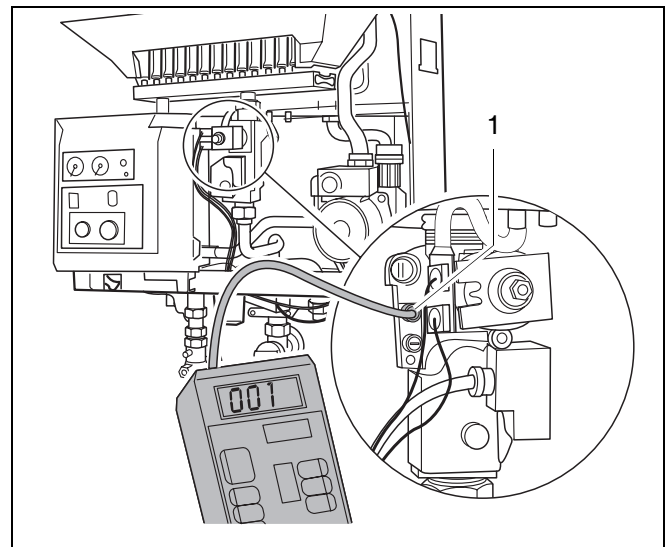

fig. 31 Vérifier la pression au brûleur
- Desserrer de deux tours la vis de fermeture de l'embout de mesure (fig. 31, pos. 1).